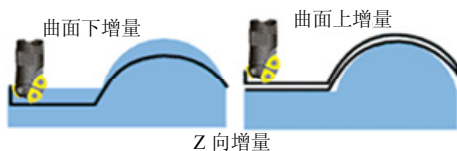

图 2-140 Z向增量方式
- 【Z向增量】: 采用Z向增量时刀具路径沿Z方向曲面上下都指定增量, 然后根据深度范围进行多层切削, 如图2-140所示。此时“曲面上增量Z”和“曲面下增量Z”之和即为切削深度范围。